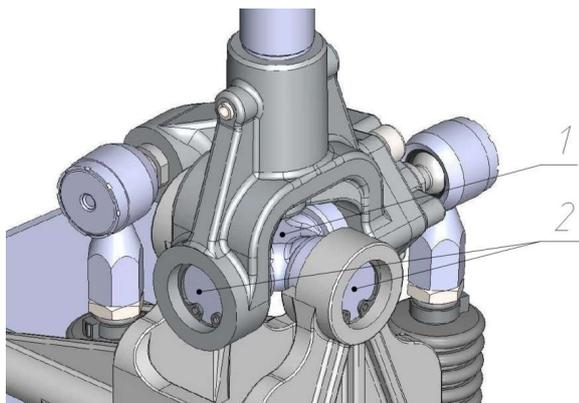

Рис. 6.5 Шарнирный узел мастер-опоры
1.1	<p>Пропустить концы тросов через вырез в полу кабины. Пропускание тросов производить аккуратно, не допуская отклонения концов тросов на угол, выходящий за пределы конуса 16° (8° от центра в любую сторону), что приведет к выходу троса из строя. Не допускается повреждение гофрированных чехлов тросов или их сползание с посадочных мест на корпусах тросов. В случае сползания чехла с корпуса троса, необходимо установить его на место, см. рис. 6.5.</p>